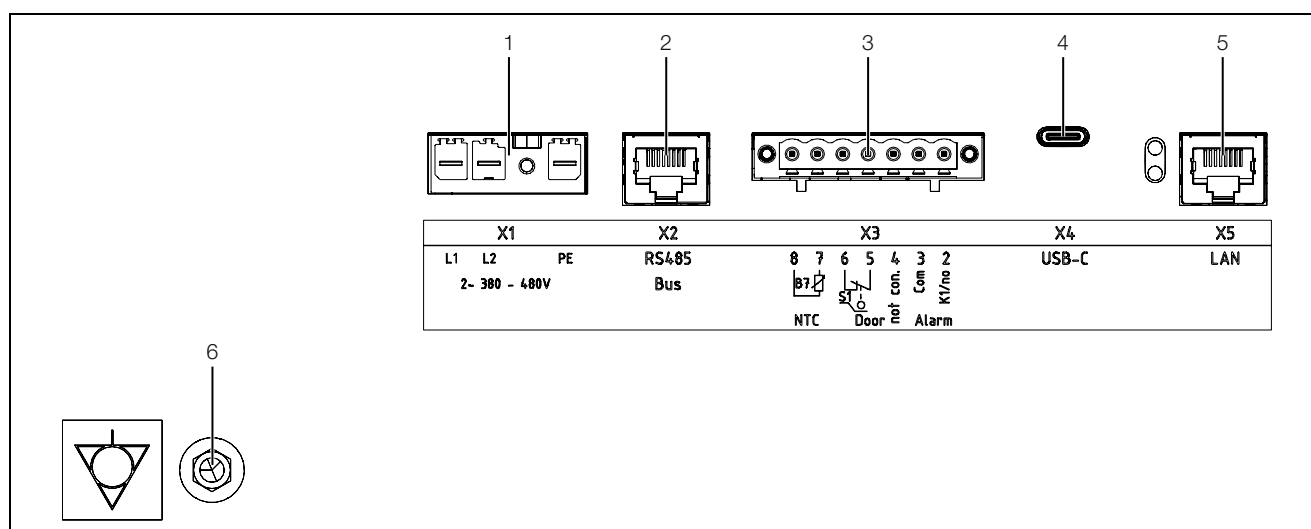

Bild 43: Nätanslutning och gränssnitt
Om aggregatet av EMC-tekniska skäl ansluts till kundens potentialutjämning kan en ledare med större tvärsnitt anslutas till potentialutjämningsanslutningspunkt. Anslutningspunkten är märkt med den nödvändiga kopplingssymbolen (bild 43, pos. 6).
- Kabelskärmen kan anslutas vid potentialutjämningspunkten (bild 43).